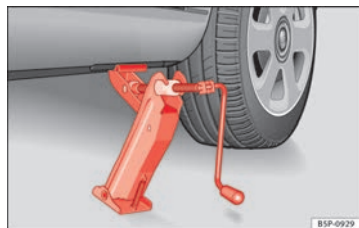

Fig. 175 Colocación del gato.
- Posicione el gato de modo que su garra envuelva el nervio del larguero inferior y que la placa base móvil se apoye plana sobre el suelo ⇒ fig. 175.